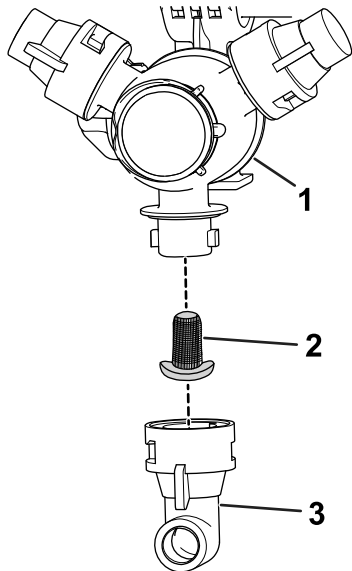

Figura 31
2. Îndepărtați duza din turela de pulverizare (Figura 31).
3. Îndepărtați filtrul duzei (Figura 31).
5. Montați filtrul duzei (Figura 31).
6. Montați duza la turela de pulverizare (Figura 31).